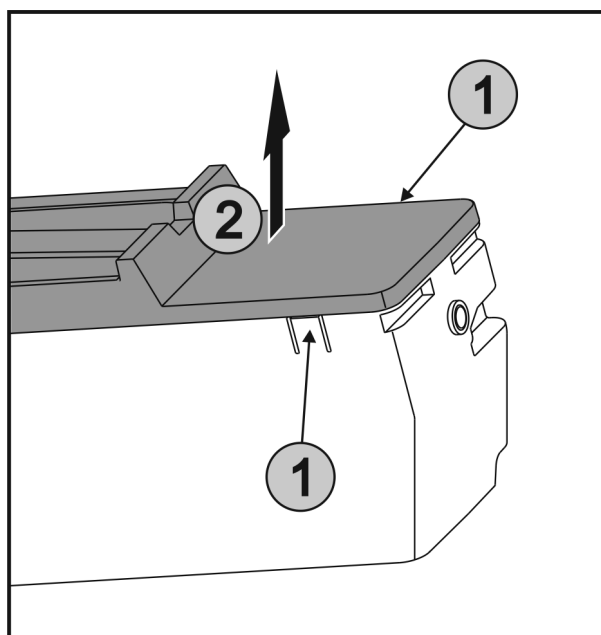

Fig. 37
- ▶ Trykk på bøylen Fig. 37 (1) på begge sider av von EasyTwist-Ice samtidig, og ta dekselet Fig. 37 (2) opp og ut.